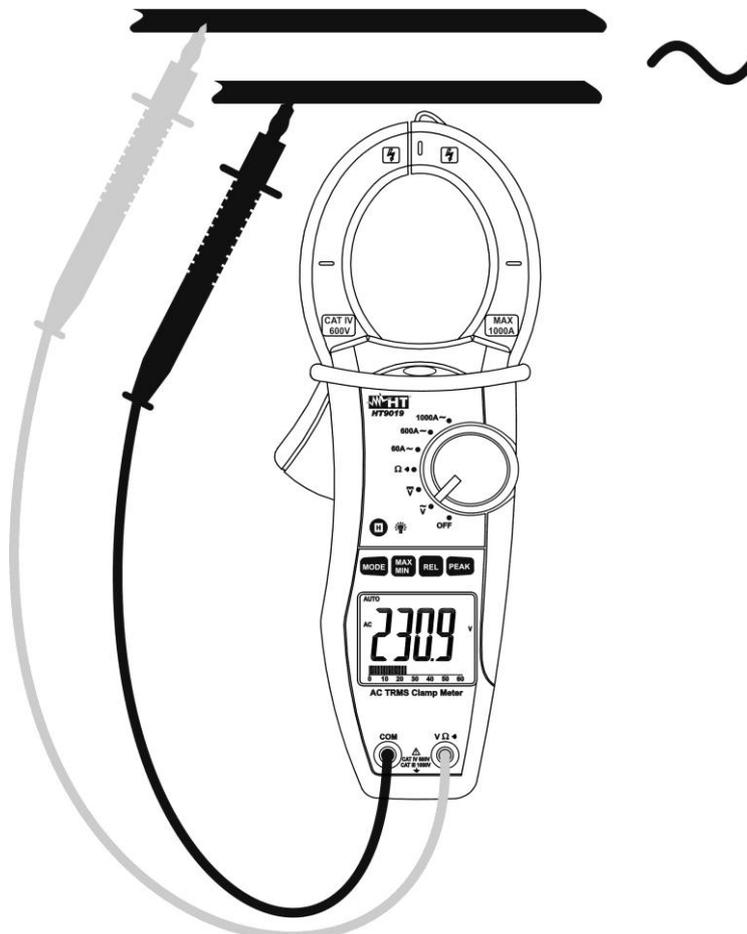

Fig. 3: Uso da pinça na medição de Tensões CA
2. Inserir o cabo vermelho no terminal de entrada $V\Omega\cdot$) e o cabo preto no terminal de entrada **COM** (Fig. 3).